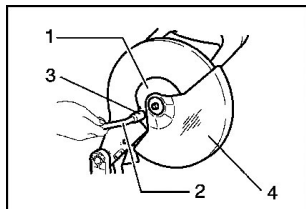
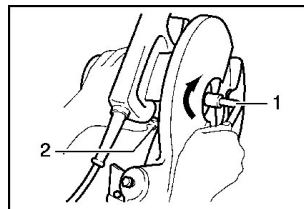

Рисунок 8
Рисунок 9
- Открутите шестигранный болт кожуха (3), повернув его против часовой стрелки.
- Поднимите кожух диска (4) и центральную крышку (1) (рисунок 8).
- Нажмите на фиксатор вала (2), чтобы заблокировать шпиндель.
- Затем снимите болт с шестигранной головкой, внешний фланец и пильный диск (рисунок 9).